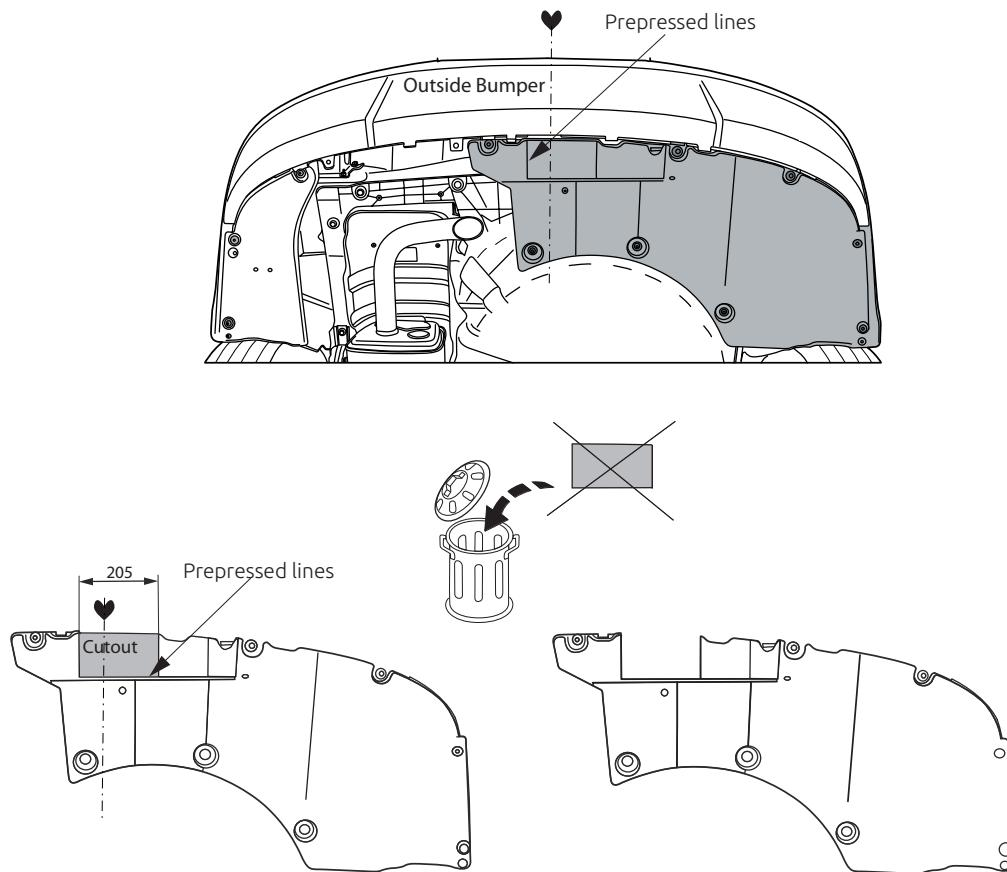

Fig. 3
10. Выпилить часть из закрывающей пластины, как указано на рис. 3.